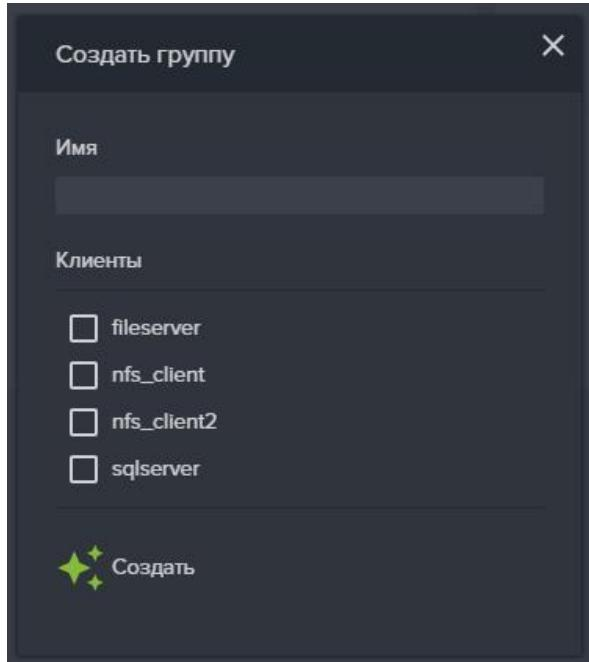

Рисунок 118. Окно создания группы клиентов
2. Нажмите на кнопку «Создать новую группу», откроется окно создания группы (см. Рисунок 118);